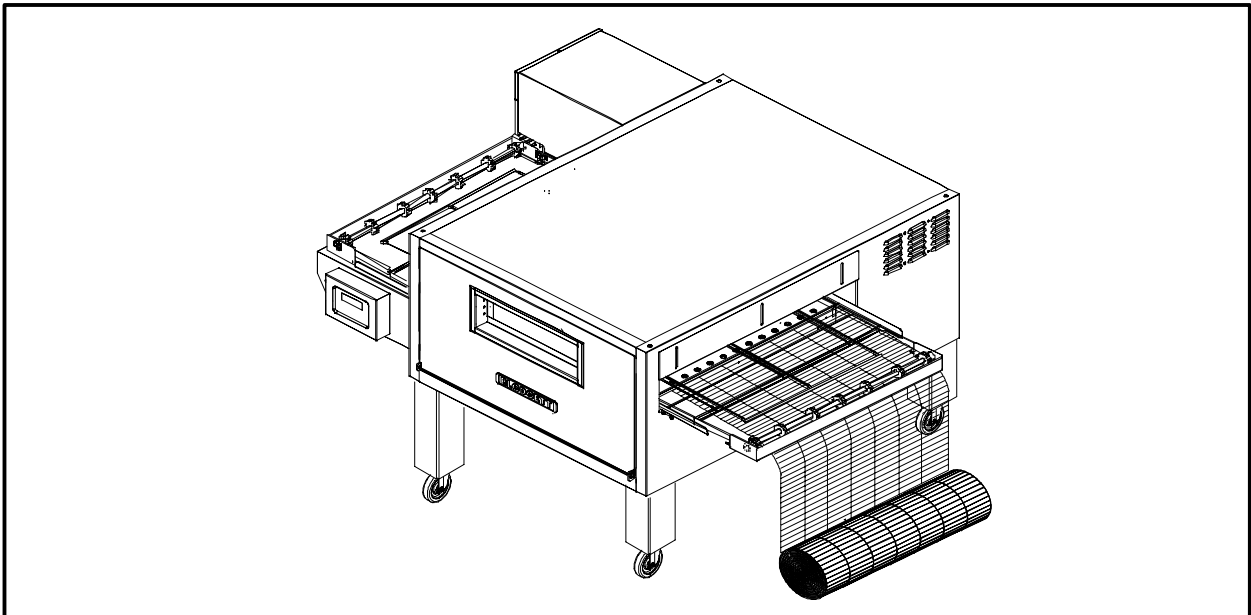

Figure 11
1. Enfilez le tapis du convoyeur à partir du côté droit du four. Le tapis du convoyeur est muni de boucles aux deux extrémités. Les boucles doivent se déplacer vers l'arrière sur la grille du convoyeur afin de ne pas endommager le tapis. Voir la Figure 11 pour l'orientation correcte du tapis.